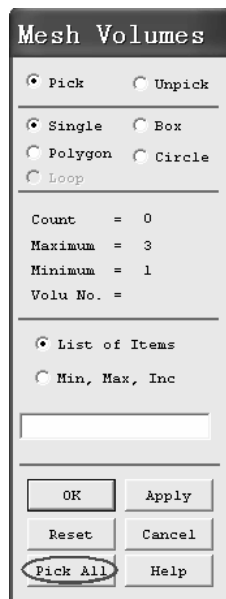
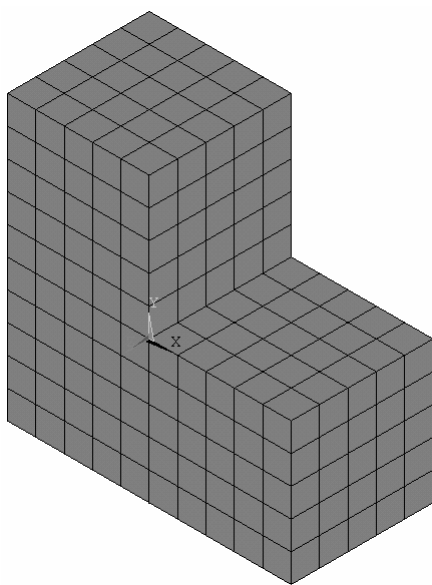

图 3-26 “Mesh Volumes” 窗口
图 3-27 划分单元后的模型
(14) 在“MeshTool”窗口“Mesh:”后的方框中选择“Volumes”，在“Shape:”后选中“Hex”，再选中“Mapped”，单击“Mesh”按钮弹出“Mesh Volumes”窗口（见图 3-26），单击该窗口中的“Pick All”按钮，体模型完成单元划分（见图 3-27）。